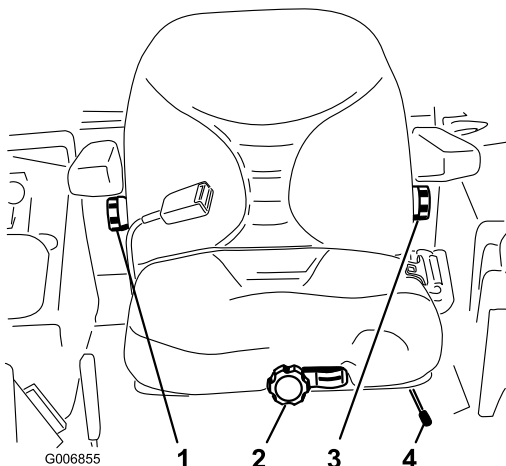

Figure 17
1. Poussez le levier de réglage sur le côté pour débloquer et régler le siège (Figure 17).
Sans vous asseoir sur le siège, tournez le bouton avant dans un sens ou dans l'autre pour obtenir la position la plus confortable (Figure 17).
Pour ce faire, tournez le bouton situé sous l'accoudoir droit dans un sens ou dans l'autre pour obtenir la position la plus confortable (Figure 17).
Pour le régler, tournez le bouton situé sous l'accoudoir gauche dans un sens ou dans l'autre pour obtenir la position la plus confortable (Figure 17).